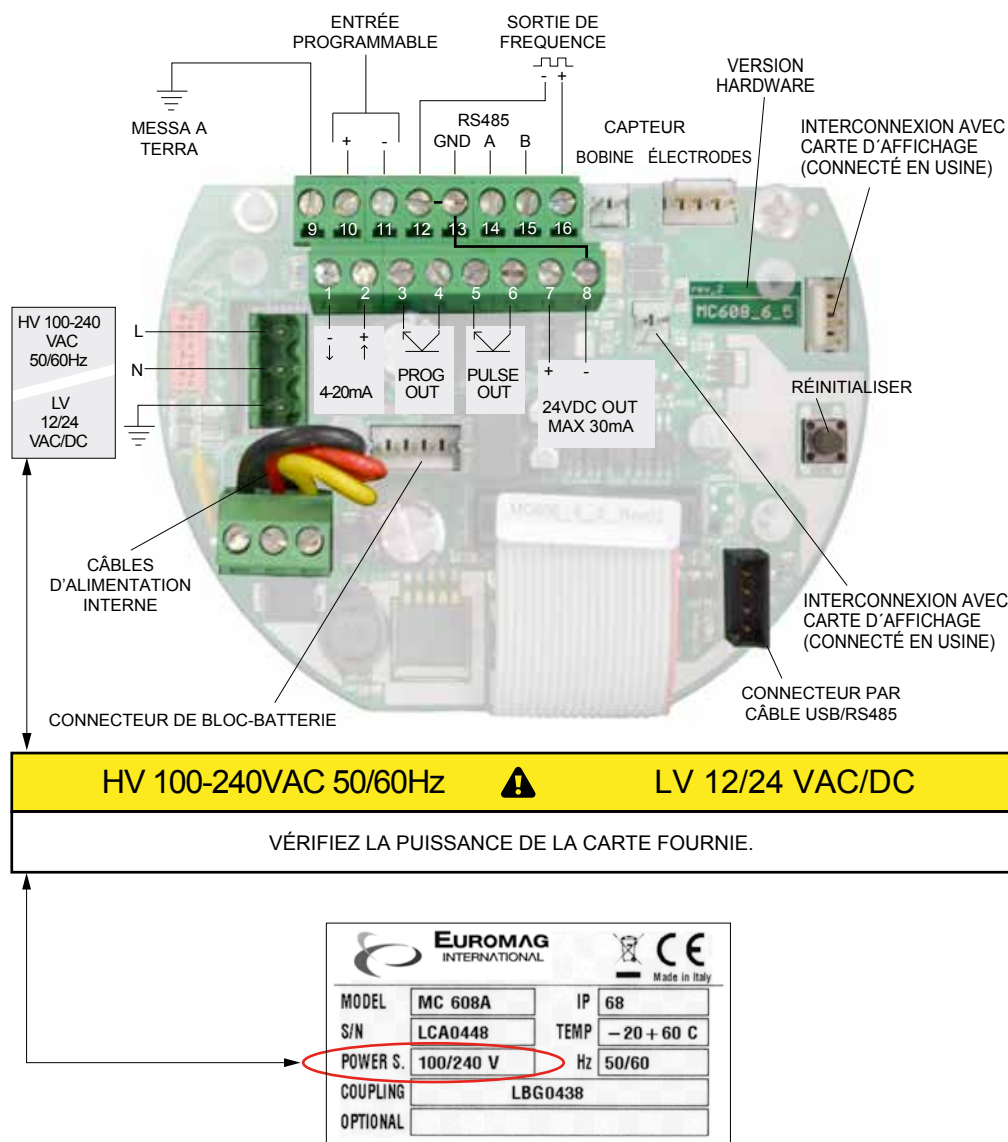

Fig. 23 Schéma de câblage
-  Pour effectuer le branchement électrique correct du convertisseur MC608 à la ligne d'alimentation électrique et à la boîte de dérivation (en version séparée), se référer au schéma de câblage au paragraphe 4.3.1 (Fig. 23).